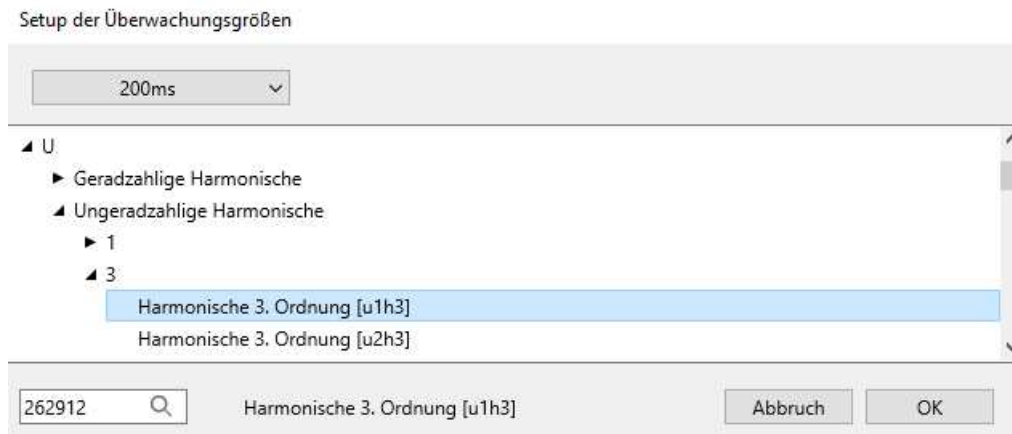

Abbildung 5: Setup der Überwachungsgrößen
Durch Klicken in das Feld der Messwert-ID öffnet sich ein weiteres Fenster (2), in dem die Überwachungsgrößen ausgewählt werden können. In diesem Setup sind alle Größen auswählbar, welche für die Messwertüberwachung in Frage kommen (siehe Abbildung 5). Dazu wird in dem Drop-Down-Menü in der Kopfzeile zuerst die Datenklasse angewählt. In Abhängigkeit davon ändern sich die zur Verfügung stehenden Größen darunter. Dazu stehen insgesamt die Gruppen Frequenz (F), Strom (I), Spannung (U), Leistung (P) und Sonstige (S) zur Verfügung. Über die einzelnen Gruppen ist es so direkt möglich den konkreten Messwert auszuwählen. Mit dem Suchfeld unten können lediglich die Messwert-IDs direkt gesucht werden, die Suche nach den deutschen Bezeichnungen der Messgrößen ist nicht möglich.